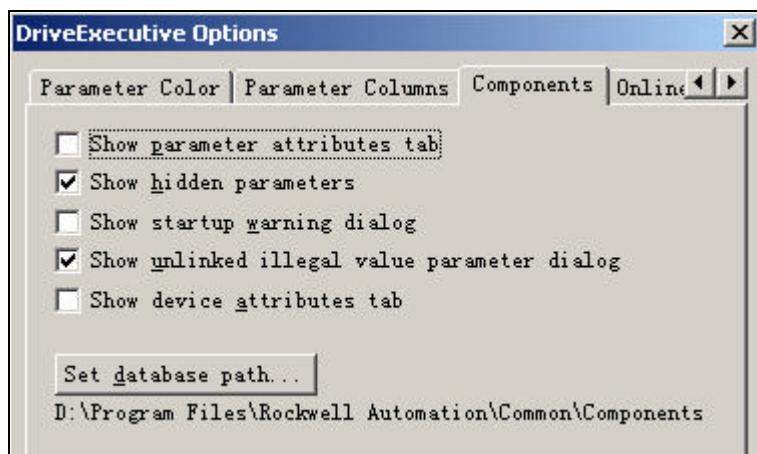

图 6-7 显示隐藏参数
(5) 在 DriveExecutive 软件中 选择 *View→Options* ,点击 *Components* ,选中 *Show hidden parameters* ,然后点击 *OK*。这项操作使我们能够查看到所有与位置实验相关的参数。如图 6-7 所示。